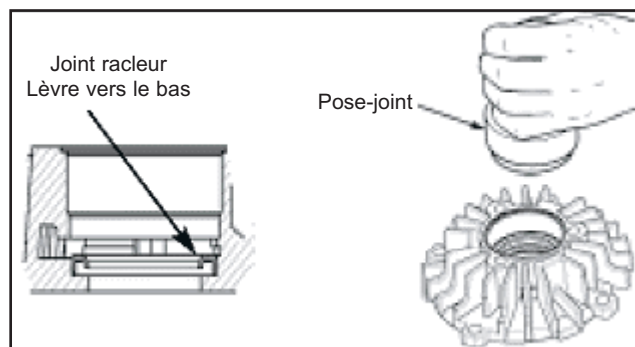

Figure 18
1. Avant de commencer, placez le fond (1) face vers le bas sur une surface plane et propre. Prenez garde de ne pas érafler ou endommager le fond.
2. A l'aide d'un pose-joint de taille convenable, enfoncez un joint raqueur neuf, lèvre vers le bas, face au rotor, jusqu'au fond de la gorge ; voir la figure 18.